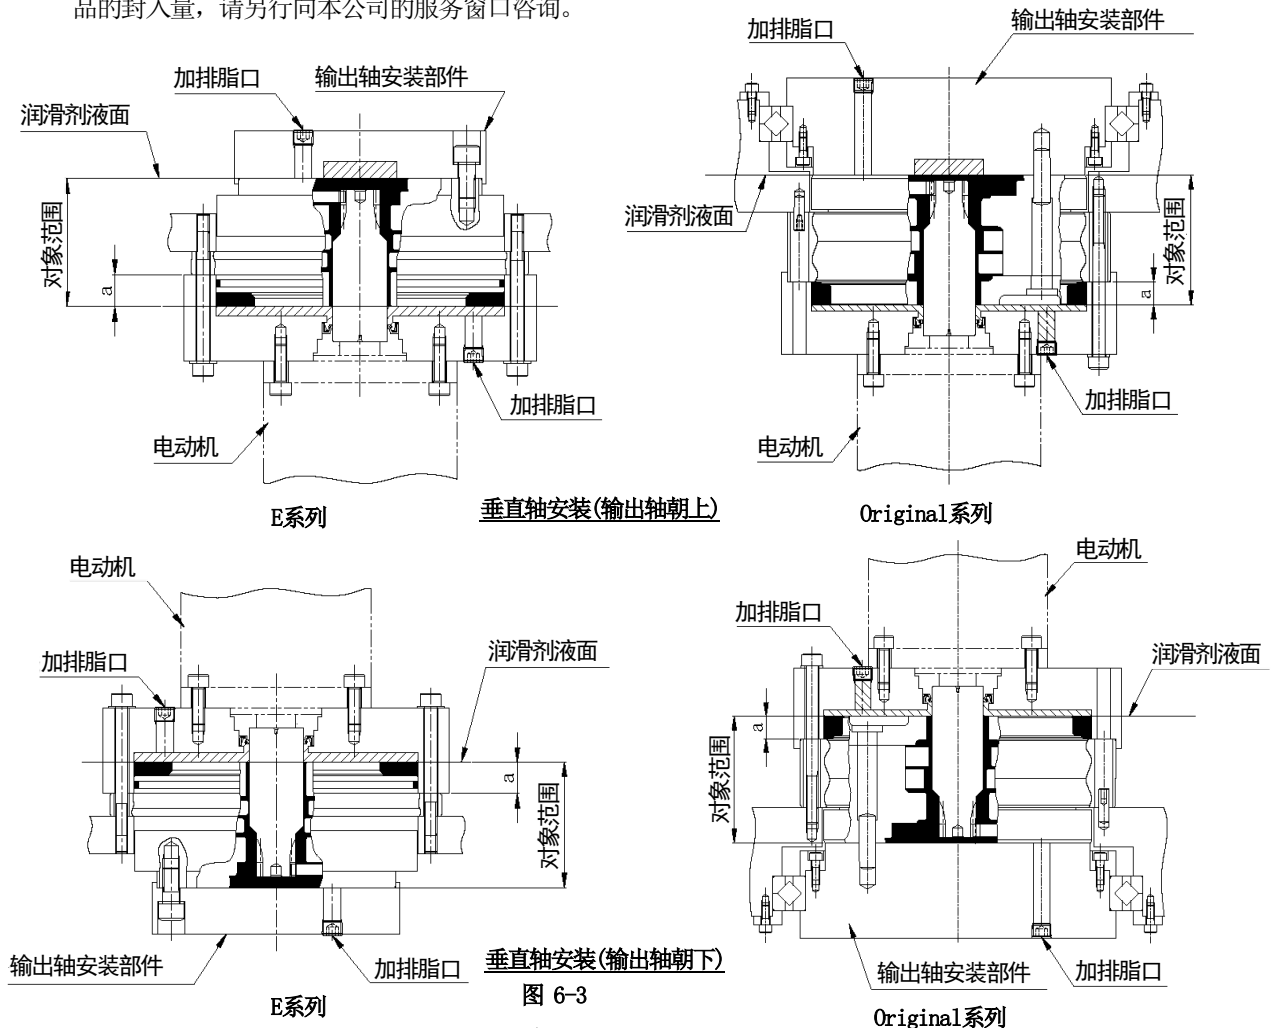

图 6-3
减速机垂直轴安装时，减速机内需要的封入量和对象范围（图中  区域）如图6-3所示。由于电动机安装侧的空间（图中  区域）不在内，所以有空间时还请填充该空间部。但是，相对于减速机内的空间容积（ 区域）加上电动机安装的空间（ 区域）的总容积，请预留确保10%左右的空间。另外，关于商品目录外产品的封入量，请另行向本公司的服务窗口咨询。
- 在图6-3与图6-4中，根据订购的内容，减速机的形状有时会与插图存在差异。其形状请参照商品目录以及单独提交的外形尺寸图和交货规格书。